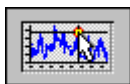

図 4-1 DIAdem VIEW 概観
2. 画面分割形式バー (**Screen partitioning**) バーの最初のアイコンを選択します (図 4-1 参照)。
1. カーソルを使って、上側のグラフの右側の凡例にある**グラフアイコン**を選択します（図 4-1 を参照）。